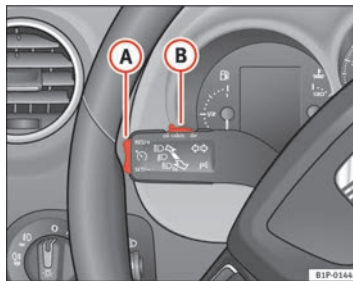

Fig. 132 Levier des clignotants et des feux de route : commande et touche basculante pour régulateur de vitesse
- Lorsque la vitesse à mémoriser est atteinte, appuyez une fois brièvement sur la partie inférieure du bouton rotatif **SET/SET** ⇒ fig. 132 **(A)**.